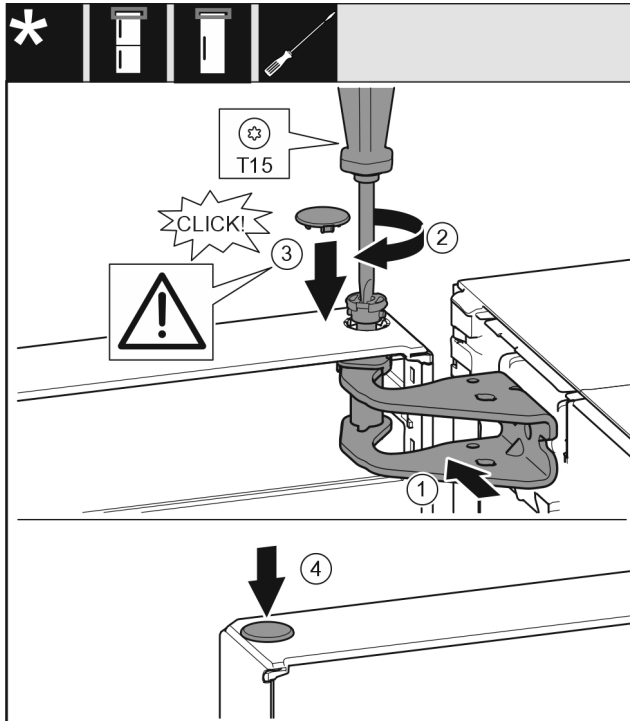

Fig. 22
- ▶ Deur boven uitlijnen op de opening in de lagerbus. Fig. 22 (1)
- ▶ Bouten Fig. 22 (2) insteken en met een schroevendraaier vastschroeven.
- ▶ Beveiligingsafdekking Fig. 22 (3) voor de borging van de deur monteren: Beveiligingsafdekking plaatsen en controleren of deze tegen de deur ligt. Anders de bouten volledig insteken.
- ▶ Plug Fig. 22 (4) insteken.